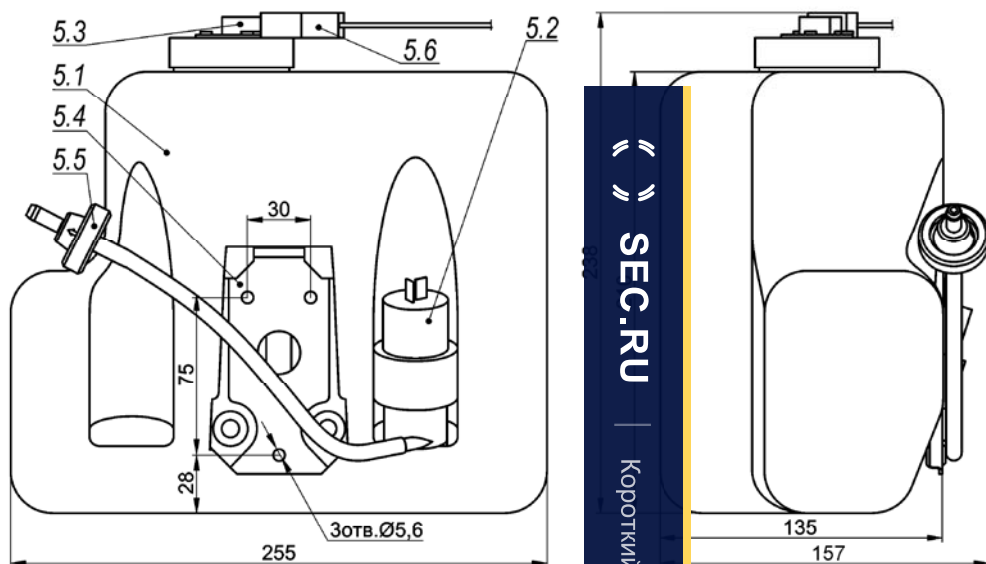

Рис.2 Состав и габаритные размеры блока омывателя
- Габаритные размеры см. рис.2
- Форсунка струйная (см. рис.2)